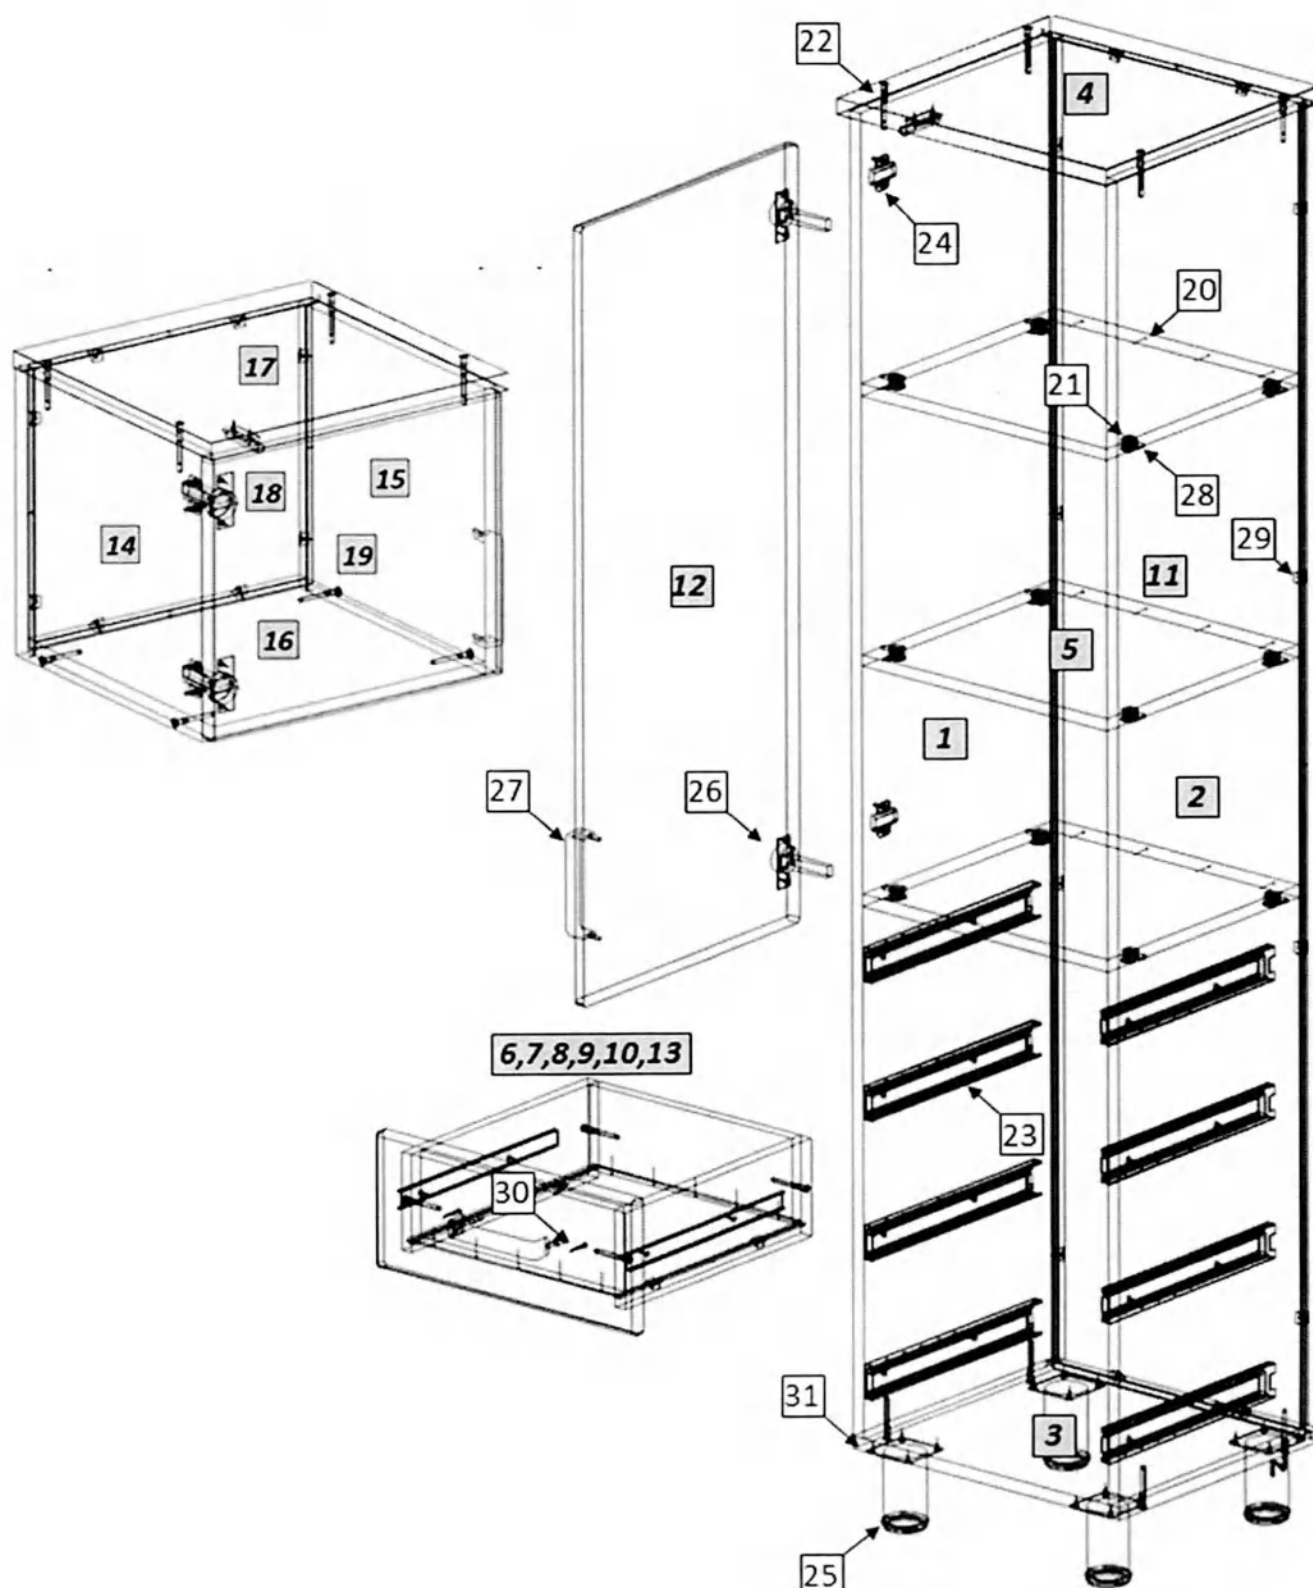

Рис. 1
1. Внимательно ознакомьтесь со схемой сборки, изображённой на рис. 1, сверяясь со спецификацией на изделие. Согласно схеме и спецификации определите расположение деталей в изделии и порядок их сборки. Сборка производится на ровном полу, укрытом материалом, предотвращающим повреждение покрытия пола и деталей мебели. Подготовьте необходимые для сборки инструменты – плоскую и крестовую отвёртки, молоток, рулетку или линейку.
2. На боковых стенках (1,2) установите ввинчиваемые дюбели эксцентриковых стяжек (15); установите монтажные планки петель (18). На боковых стенках (1,2) шурупами 4×16 (25) закрепите направляющие (17). На горизонтальных стенках (5) установите эксцентриковые стяжки (22). Евровинтами (16) соедините боковые стенки (1,2) с горизонтальной нижней стенкой (3) и крышкой (4), установив в пазы заднюю стенку (11). Закрепите задние стенки в пазах уголками (23). Установите и закрепите горизонтальные стенки (5), гвоздями (14) зафиксируйте к ним задние стенки, на горизонтальной нижней стенке (3) шурупами (25) закрепите опоры (19).
3. На двери (12) установите петли (20) и ручку (21). Закрепите дверь к боковой стенке шкафа. При необходимости отрегулируйте положение двери винтами петель.
4. Сборка ящиков. Евровинтами (16) соедините боковые стенки ящика (6,7) с задней (8) и передней (9) стенками. Дно ящика (10) установите в пазы и закрепите к задней и передней стенке гвоздями (14), к боковой стенке – уголками (23). Шурупами 4×16 (25) закрепите узкие части направляющих (17). Шурупами 3.5×30 (24) закрепите фасад (13) к передней стенке ящика (9). Установите ручку (21). Установите собранные ящики в корпус шкафа.